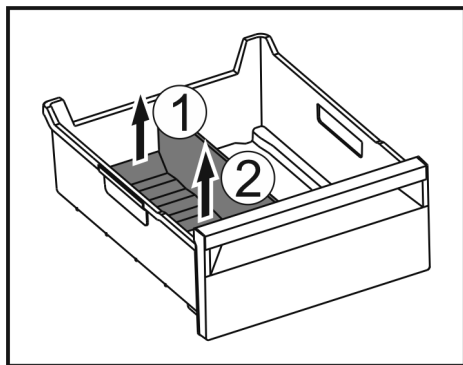

Fig. 141
- ▶ 提升冰格分隔器后部。 Fig. 141 (1)
- ▶ 向上取出冰格分隔器。 Fig. 141 (2)